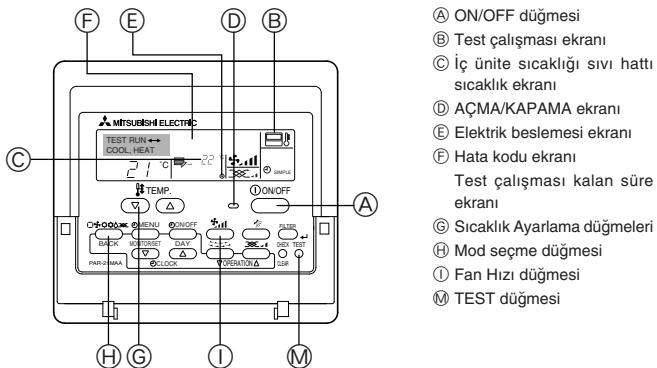

Fig. 7-1
7.2.1. Kablolu uzaktan kumanda kullanarak (Fig. 7-1)
- ① Elektrik şalterini çalışma denemesinden en az 12 saat önce açın.
- ② [TEST] düğmesine iki kere basın. ➔ "TEST RUN" LCD ekranı
- ③ [Mode selection] (mod seçimi) düğmesine basın. ➔ Dışarıya hava üflendiğinden emin olun.
- ④ [Mode selection] (mod seçimi) düğmesine basın ve soğutma (ya da ısıtma) moduna geçin. ➔ Dışarıya soğuk (veya sıcak) hava üflendiğinden emin olun.
- ⑤ [Fan speed] (rüzgar hızı) düğmesine basın. ➔ Rüzgar hızının devreye girdiğinden emin olun.
- ⑥ Dış ünite fanının çalışmasını kontrol edin.
- ⑦ [ON/OFF] (açma/kapatma) düğmesine basarak çalışma denemesini kaldırın. ➔ Durdur
- ⑧ Bir telefon numarası kaydedin.